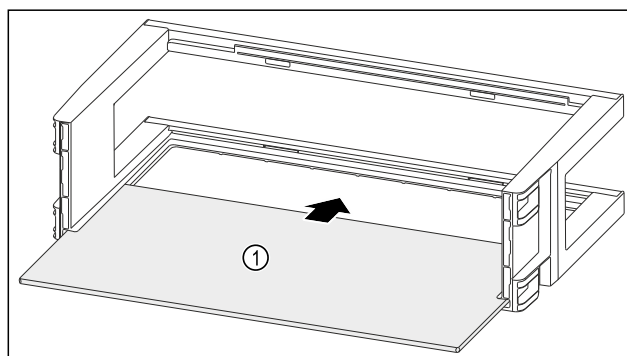

Fig. 143
- Wsunąć półkę Fig. 143 (1) w boczne wycięcia.